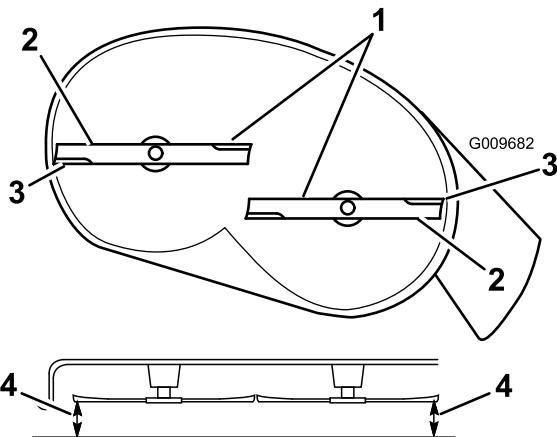

Figura 52
- Gire cuidadosamente las cuchillas hasta que estén todas orientadas lateralmente (Figura 52).
- Mida entre los bordes de corte exteriores y la superficie plana (Figura 52). Si hay una diferencia de más de 5 mm entre ambas dimensiones, se requiere un ajuste; siga con este procedimiento.